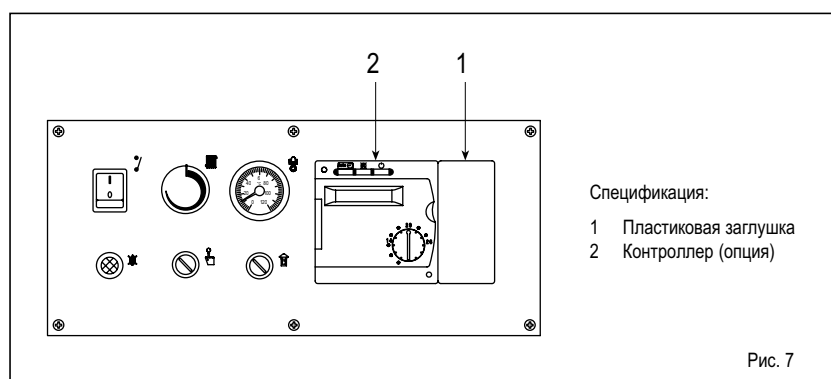

Рис. 7
Всеми функциями котла могут управлять контроллеры серии RVA (рис.7). Самый простой из них - RVA 43.222 (код 8096303), снабжен датчиком наружной температуры (SE) и датчиком температуры воды в котле (SC). Кроме того, существует возможность подключения к контроллеру других датчиков и модулей, использующих низкое напряжение (до 24В), например датчик температуры воды в бойлере (SS), поставляемый по дополнительному заказу (код 6277110). При этом измерительный элемент датчика должен быть погружен в специальную гильзу бойлера. Датчик температуры воды в котле (SC) также должен находиться в погружной гильзе котла. Для установки датчика температуры наружного воздуха (SE)